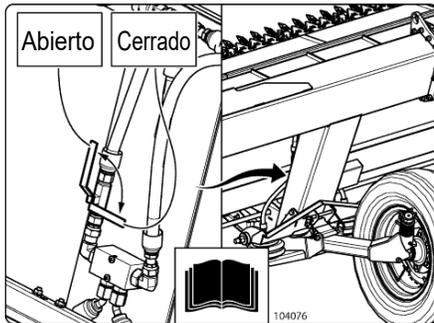

Fig. 10
4. Ponga el cabezal en modo RÍGIDO. Levante el cabezal del suelo y presurícelo a la psi correcta para el ancho de su cabezal como se muestra en la tabla siguiente, cierre las válvulas de aislamiento de la rueda del manómetro (véase Fig. 10) y luego continúe con la sección 8 en la página 10.
3. Cierre las dos válvulas de aislamiento de la rueda del manómetro (véase Fig. 10.)